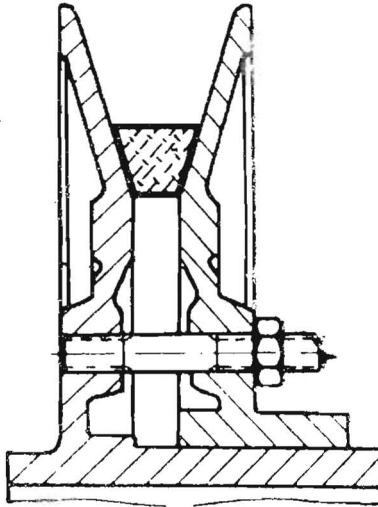

Bild 54 Sitz des Keilriemens auf der verstellbaren Keilriemensscheibe
8. Sitz des Keilriemens am Dreschtrommelantrieb (Bild 54)